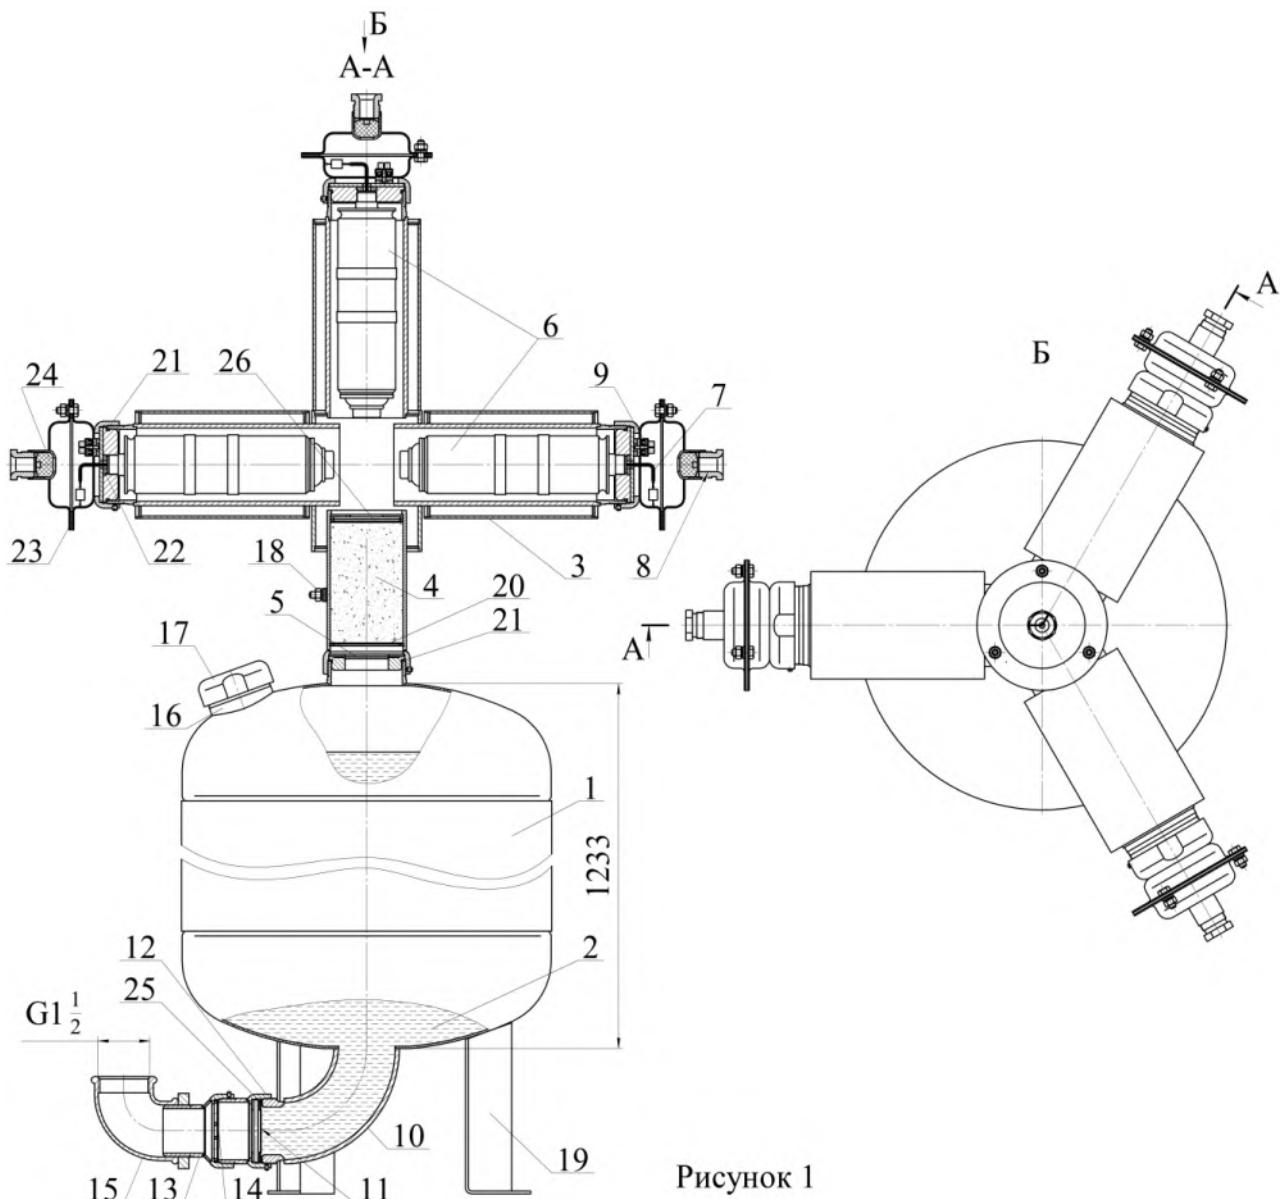

Рисунок 1
4.1.1 МУПТВ (см. рисунок 1) состоит из корпуса **1**, заправленного ОТВ **2**, газогенерирующего устройства **3** и мембранных рабочих узлов, смонтированного в нижней части модуля. Канал с фильтрующим веществом **4**, соединяющий газогенерирующее устройство **3** с внутренней полостью корпуса **1**, герметизирован эластичной прокладкой **5**. В корпусе газогенерирующего устройства установлены 4 ИХГ **6** с элементами электропусковыми **7**. Газогенерирующее устройство для каждого ИХГ снабжено водными коробками с герметичными кабельными вводами **8**. Монтажные кабели через кабельные вводы **8** входят во вводную коробку и через зажимы контактные винтовые **9** соединяются с проводами элементов электропусковых **7**. В мембранным узле сопловое отверстие **10**, предназначенное для выхода ОТВ, перекрыто срезной мембраной **11**, которая поджата гайкой **12**. С гайкой **12** через штуцер **13** с закрепленным в нем фильтрующим элементом **14** присоединен угольник **15** с внутренней резьбой G1½, предназначенный для соединения МУПТВ с трубной разводкой. В верхней части корпуса расположены горловина **16** для заливки ОТВ и предохранительный клапан **17**. МУПТВ имеет заземляющий зажим **18**. В нижней части корпус МУПТВ снабжен тремя опорами **19** для установки на полу.
6.3 Установить корпус МУПТВ на полу, соединить заранее смонтированную трубную разводку с угольником **15** (см. рисунок 1). Закрепить опоры **19** к полу, координаты крепежных отверстий на опорах показаны на рисунке 2.
Залить в отверстие верхней горловины **16** (см. рисунок 1) воду (питьевую либо дистиллированную) (температура воды должна быть плюс $(15\dots25)^{\circ}\text{C}$ объемом $94,5^{+0,6}$ дм³). Открыть упаковки с жидкими добавками к воде и залить их в отверстие верхней горловины **16**.
6.5.3 Полученный раствор ОТВ порциями залить в отверстие верхней горловины **16** (см. рисунок 1). Для окончательного приготовления ОТВ открыть упаковки с жидкими добавками и залить их в отверстие верхней горловины **16**.
7.3 Комплект поставки для перезарядки МУПТВ (см. рисунок 1):